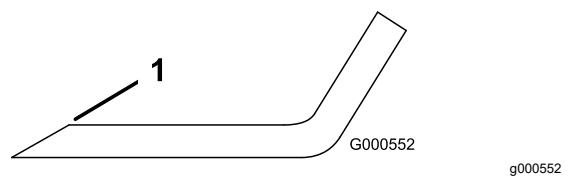

Figura 119
1. Utilize uma lima para afiar aresta de corte em ambas as extremidades da lâmina (Figura 119).
Nota: Se lâmina não estiver equilibrada, lime algum metal da extremidade da aba apenas (Figura 119).